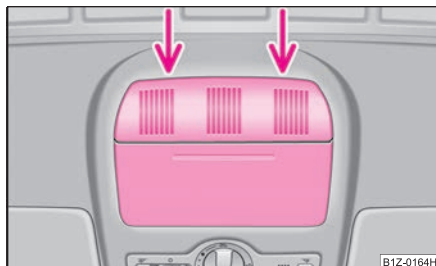

Fig. 37 Plafonul: Punct de amplasare a șurubelniței
- Așezați o șurubelniță cu capătul plat în partea din spate a capacului ⇒ fig. 37.